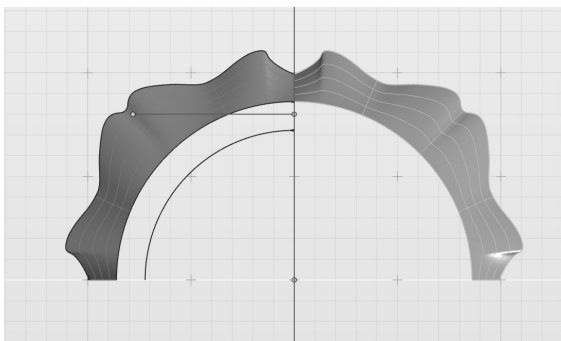

图 5-153 镜像放样曲面
3) 使用“镜像”工具, 将上一步构建的放样曲面根据 Y 轴进行对称, 如图 5-153 所示。